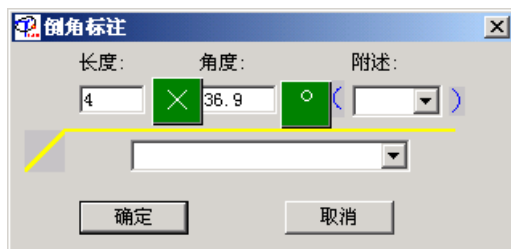

图 7-10
出现对话框，如图 7-10 所示。
3. 图 7-10 对话框中的度“°”按钮用鼠标点击时可切换打开或关闭。